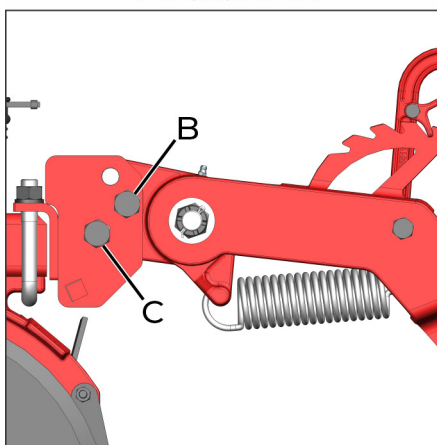

fig. 32
Posición 1: Las zonas con tapias y suelos sumamente duros, donde hay necesidad de mayor presión en el compactador para el cierre de ranuras, alinear los orificios (B) y (C) (fig.32).